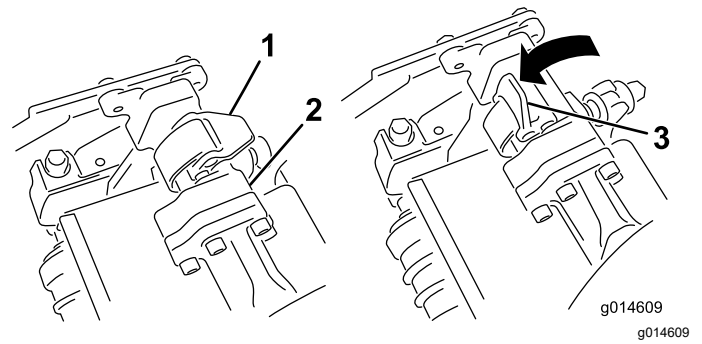
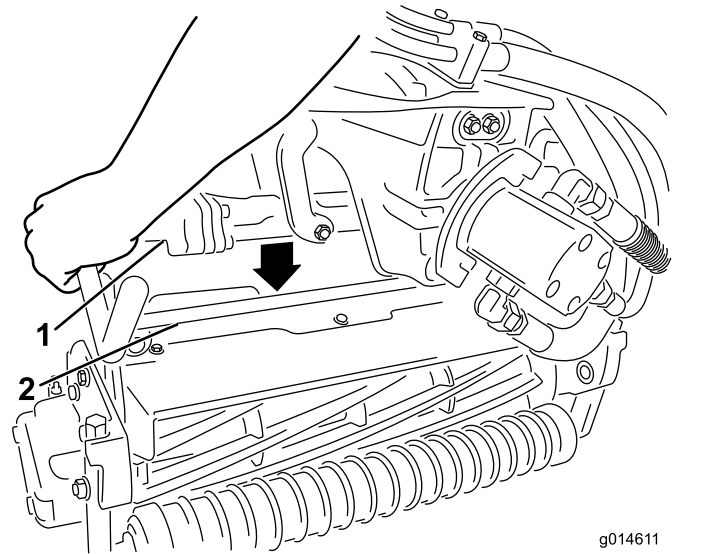

Figura 47
Figura 48
4. Presione los enganches hacia abajo alrededor de la barra de la unidad de corte y bloquéelas (Figura 47).
3. Con los enganches del brazo de suspensión orientados hacia arriba (es decir, abiertos (Figura 47), empuje hacia abajo el brazo de suspensión de modo que la barra encaje en la barra situada en la parte superior de la unidad de corte (Figura 48).
- Abra los enganches de la barra del brazo de suspensión de la unidad de corte que está retirando (Figura 47).